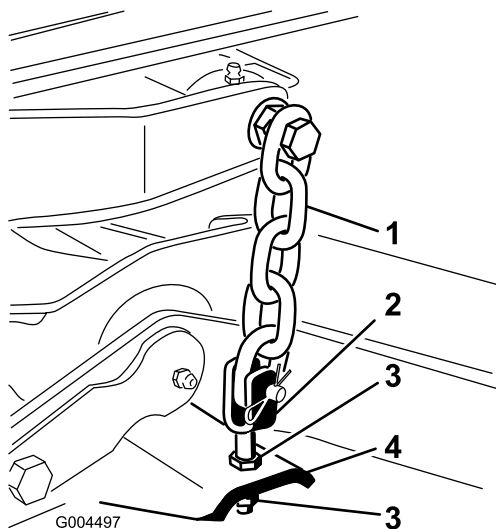

Figura 75
7. Ajuste as porcas de segurança que prendem as forquilhas/correntes da plataforma traseira para elevar a traseira da plataforma de forma a que a inclinação da lâmina fique definida para 8 mm (Figura 75).